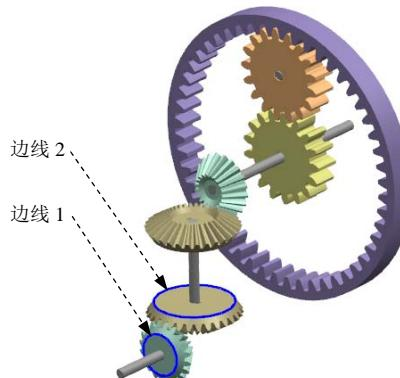

图 5.5.6 定义旋转副
(1) 选择下拉菜单**插入(S)** → **运动副(I)...**命令，系统弹出“运动副”对话框；在“运动副”对话框**定义**选项卡的**类型**下拉列表中选择**旋转副**选项；在模型中选取图5.5.6所示的边线1为参考，系统自动选择连杆及原点；在**操作**区域的**方位类型**下拉列表中选择**矢量**选项，在**矢量**下拉列表中选择**ZC**选项。
(2) 单击“运动副”对话框中的**驱动**选项卡；在**驱动**区域的**旋转**下拉列表中选择**恒定**选
(3) 单击**确定**按钮，完成旋转副的创建。
Step12. 定义连杆2中的旋转副。选择下拉菜单**插入(S)** → **运动副(M)…**命令，系统弹出“运动副”对话框；在“运动副”对话框**定义**选项卡的**类型**下拉列表中选择**旋转副**选项；在模型中选取图5.5.6所示的边线2为参考，系统自动选择连杆及原点；在**操作**区域的**方位类型**下拉列表中选择**矢量**选项，在矢量下拉列表中选择**YC**选项；单击**确定**按钮，完成旋转副的创建。